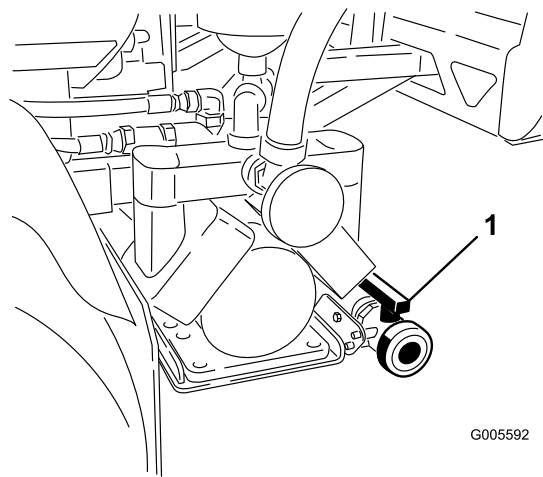

Figura 20
2. La valvola di spurgo del serbatoio è situata sul retro della macchina (Figura 20). La valvola si trova sul retro della pompa, attaccata alla staffa di supporto.